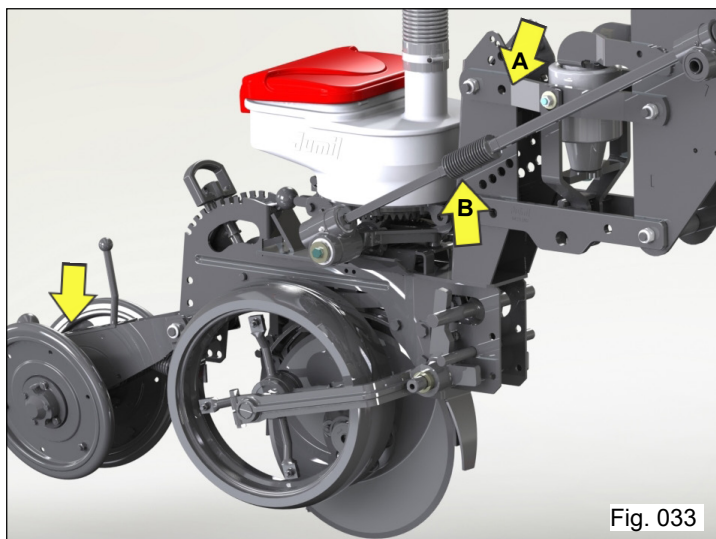

Fig. 033
b) Fixe os braços superiores do pantógrafo "A" (Fig. 033) unindo o quadro ao suporte da linha longa, observando a montagem da mola dupla ao mesmo tempo.
c) Monte o cardan telescópico "B" (Fig. 033) observando o acoplamento na caixa em cruz de acionamento do distribuidor de sementes. Observe que existem bases com sistema de acionamento direita e esquerda.
d) Monte o conjunto do bloco com depósito de sementes na base do sistema distribuidor (Fig. 033).
e) Monte em seguida, os compactadores flutuantes em "V" das unidades semeadoras curtas (Fig. 033).